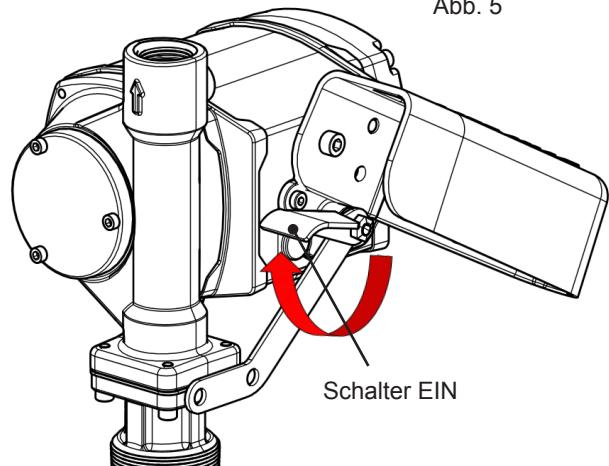

Abb. 5
3. Den Schalthebel auf EIN (angehoben) stellen, um den Motor anzulassen (Abb. 5). Die Pumpe muss starten und sich auf langsamem Leerlauf einpendeln.